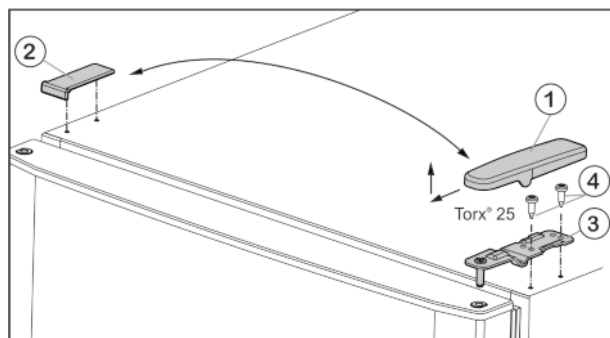

Fig. 5
- ▶ Потяните крышку Fig. 5 (1) вперед и вверх.
- ▶ Снимите крышку Fig. 5 (2).
- ▶ Открутите верхний опорный кронштейн Fig. 5 (3) (2 шт. Torx® 25) Fig. 5 (4) и вытяните вверх.
- ▶ Установите верхний опорный кронштейн *Fig. 5 (3)* на новой стороне шарнира и защелкните в дверце.
- ▶ Привинтите верхний опорный кронштейн (**с моментом 4 Нм**) (2 шт. Torx® 25) *Fig. 5 (4)*. При необходимости используйте аккумуляторный шурупверт.
- ▶ Наденьте и защелкните крышку *Fig. 5 (1)* на противоположной стороне снаружи.
- ▶ Также наденьте сверху и защелкните крышку *Fig. 5 (2)* на противоположной стороне.